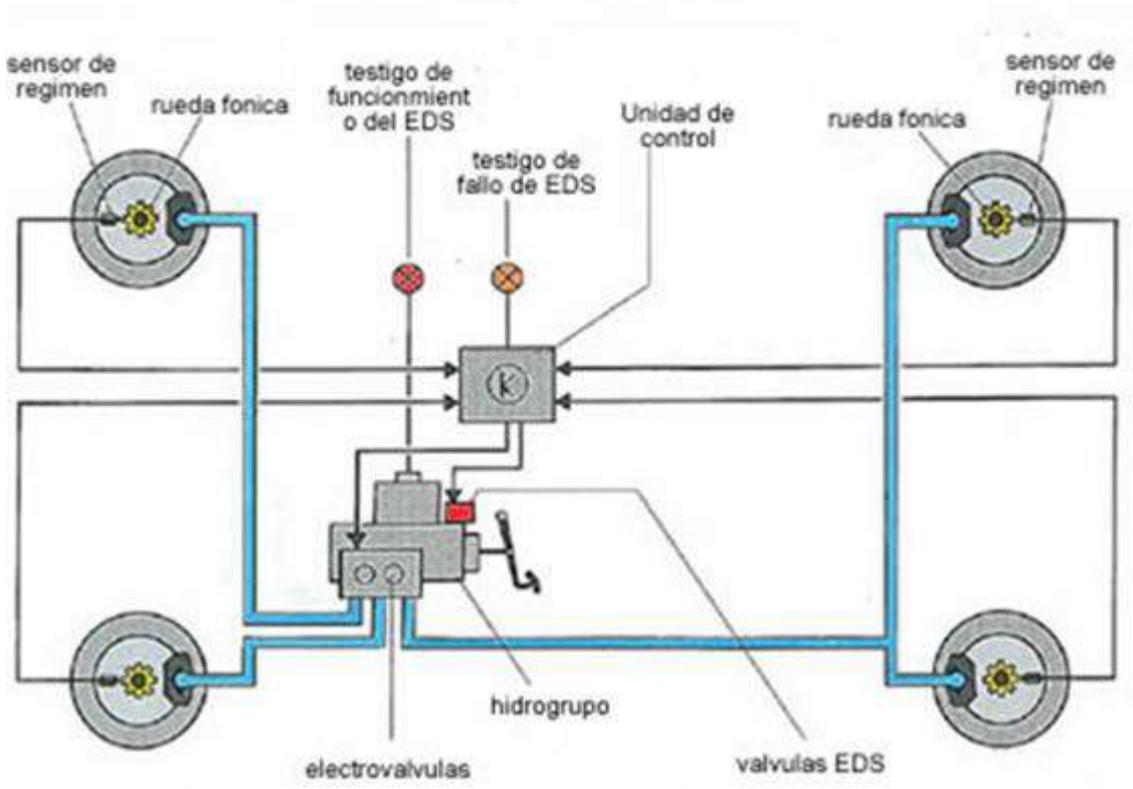

Fig. 55
**Los Frenos ABS (anti-block-system).** el sistema ABS (Anti-Lock Brake System) o Sistema Antibloqueo de Frenos, consiste en un mecanismo instalado en el sistema de frenado de los vehículos que impide la inmovilización de las ruedas cuando el conductor aplica el freno de manera brusca. Cada una de las ruedas cuenta con un sensor que determina las revoluciones y detecta cuando alguna rueda disminuye la cantidad de giros en comparación con un valor predeterminado. De suceder, el sistema ABS ordena la disminución de la fuerza del frenado e impide el bloqueo. Fig.55.y 56.